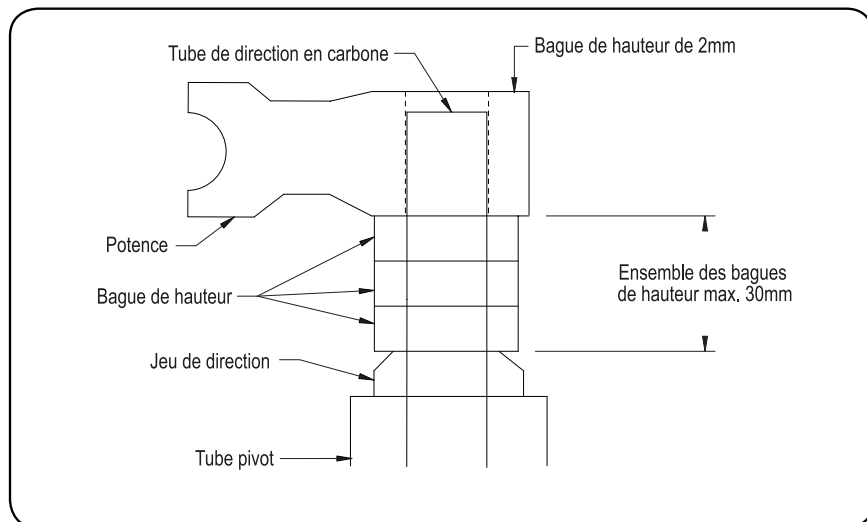

Fig. 1
2. Installez une bague de hauteur de 2mm au-dessus de la potence de façon à pouvoir régler correctement le jeu de direction. Lorsque vous installez les bagues de hauteur, ne dépassez pas l'épaisseur hors-tout de 30mm maximum (Fig. 1).